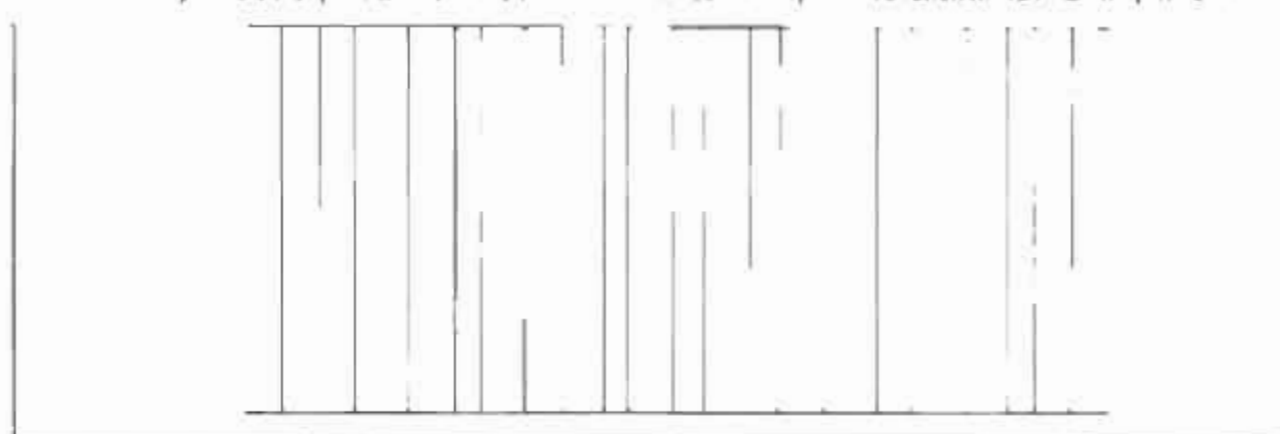

Рис. 2.14. Два ряда неравномерных вертикальных отрезков
2.2.4. Начертить 10 вертикальных отрезков между двумя горизонтальными отрезками (рис. 2.14).